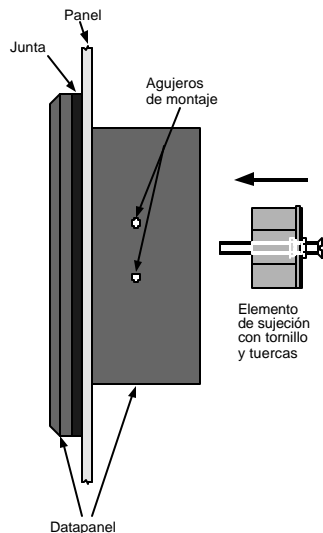

Figura 2-2. Montaje del Datapanel, Vista lateral
4. Inserte el Datapanel por la parte frontal del panel en el corte del mismo como muestra la Figura 2-2.